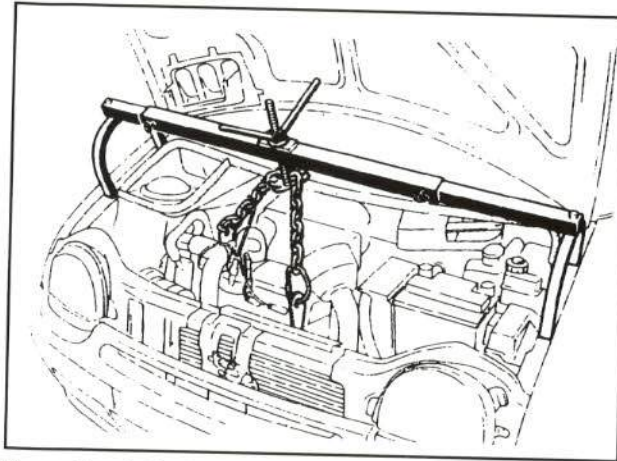

Figura 7.—Sujeción del motor sobre la barra específica de CELETTE.
- El soporte del motor Celette 918-910 (o similar) sobre los pases de rueda, como se indica en la figura 7.